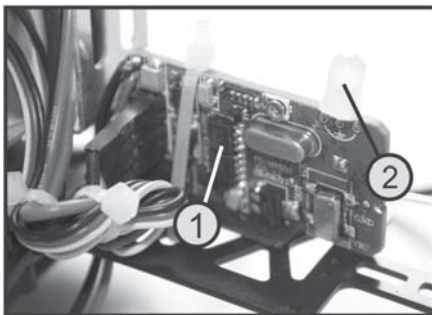

Figure 6
Lorsque la DEL de contrôle (voir fig. 6, pos. 2) passe du vert au rouge pendant le vol, vous devez immédiatement faire atterrir votre modèle réduit afin d'éviter une décharge profonde de la batterie de propulsion qui serait fatale pour le modèle réduit.